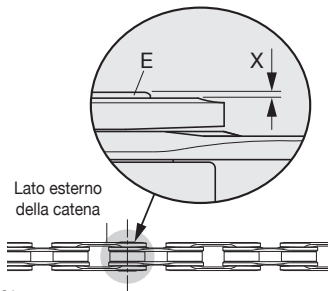

Fig.21
- La leggera sporgenza (X) (verso il lato esterno della catena) del piolino (E) dalla maglia (Fig. 21) è del tutto normale e non ostacola il normale scorrimento della catena.